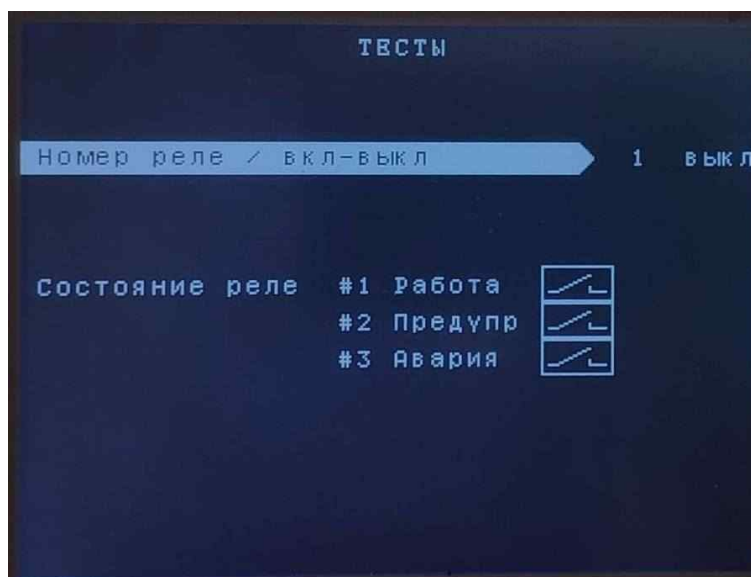

Рисунок 22 – Підрозділ «Реле сигналізації»
**3.1. «Реле сигналізації»** - підрозділ призначений для тестового вмикання/вимикання реле сигналізації МС (див. рисунок 22).